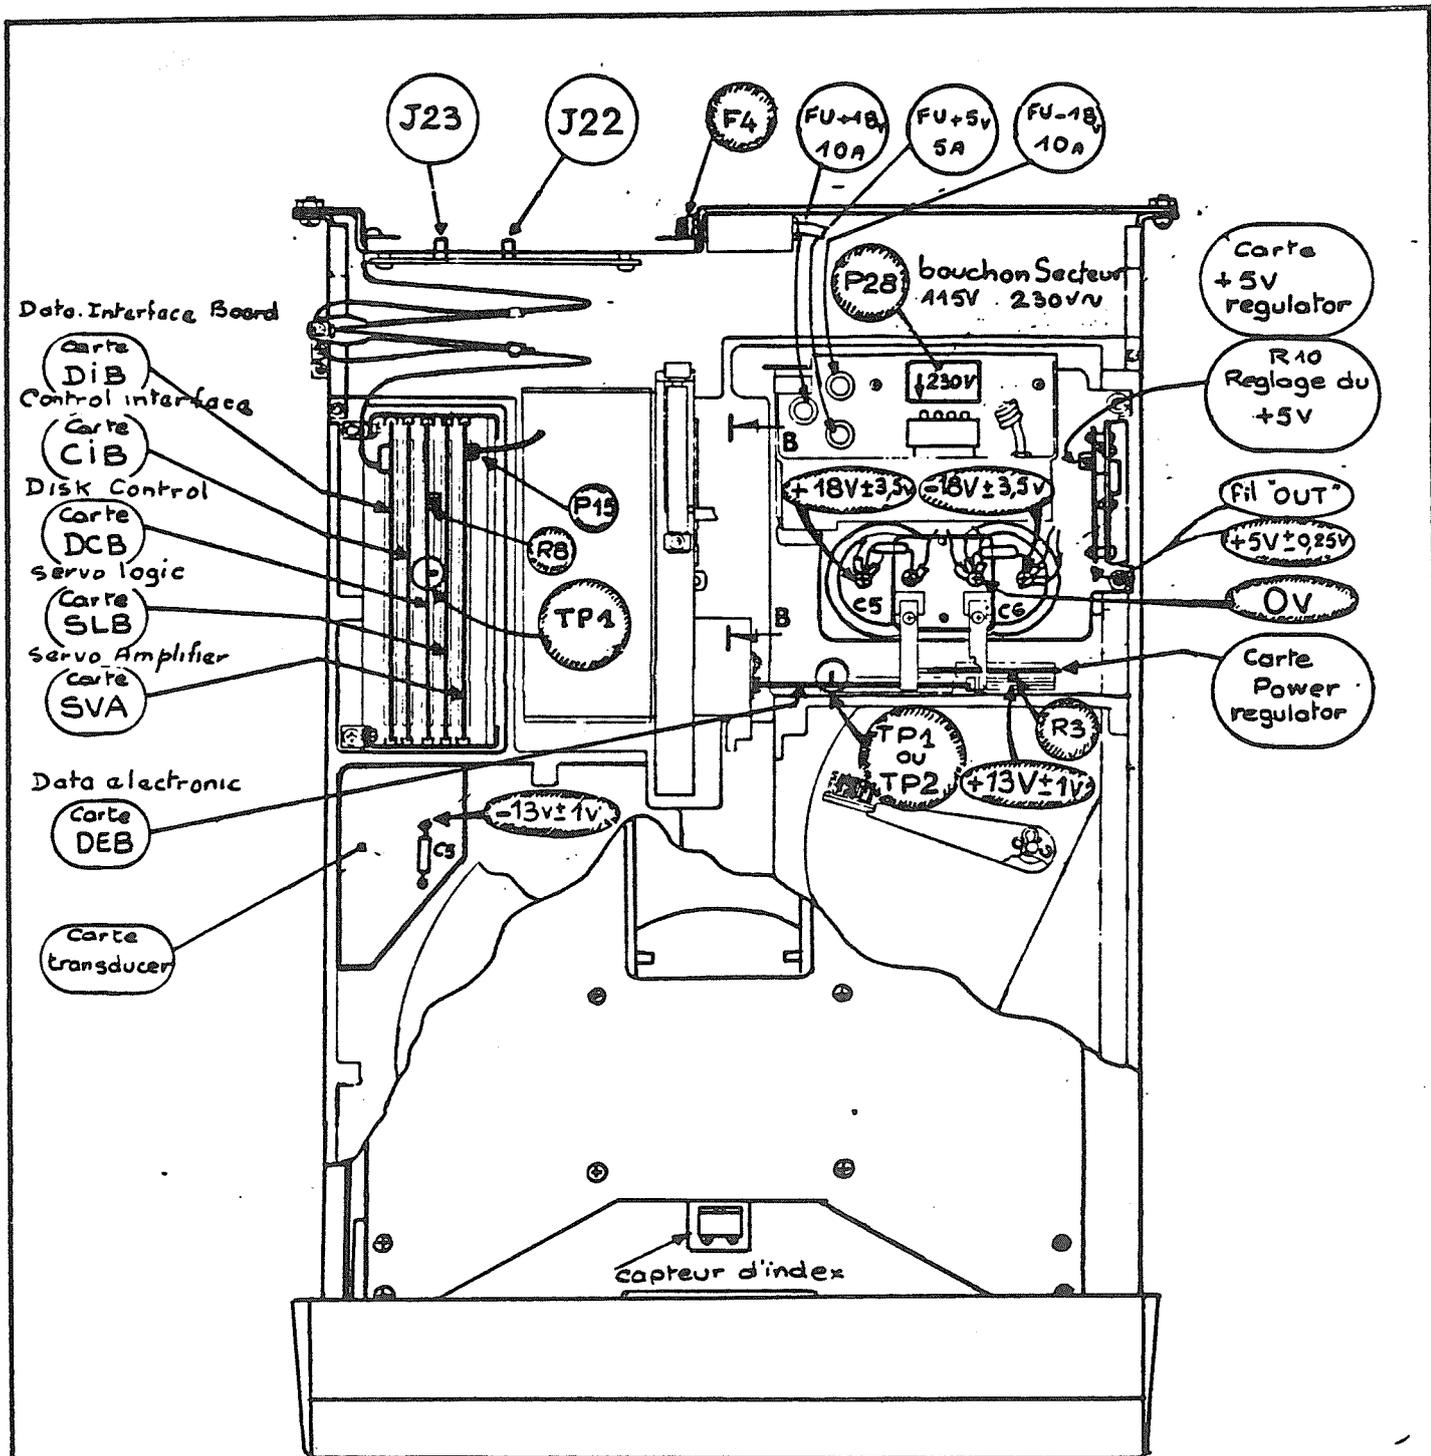

Fig 8
- S'assurer que le bouchon secteur P2B (fig 8) correspond à la tension utilisée (étiquette 230V ou 120V sur le bouchon VOIR tableau au chapitre V)
- ne pas brancher ou débrancher le câble coupleur (ou de chaînage) (J22 circuit imprimé du Bandeau AR fig 8)
- Vérifier que la carte "Terminator" est bien en fichée en J23 (Circuit imprimé bandeau AR fig 8)
⊕ sur unités n° < 2800 et dont la carte DCB (Fig 8) est une "Assy" 304 018, "LOAD" s'allume instantanément
- mesurer $+18$ et $-18V (\pm 3,5v)$ non régulés (Voir Fig 8)
- mesurer $+13V \pm 1v$ sur la patte supérieure de R3 carte "Power Regulator" (Fig 8)
- mesurer $-13V \pm 1v$ sur patte C5 carte "Transducer" (Fig 8)
- mesurer $+5V \pm 0,25v$ sur fil sortie "OUT" et réglage par potentiomètre R10 (Carte +5V regulator) Fig 8
- sortir les cartes DiB, CiB, DCB, SLB, et SVA (fig 8) et les réenficher (affranchissement de faux contacts suite à Transport)
- enlever la prise Mollex P15 de la carte SVA (fig 8)
ATTENTION : dans ce cas précis, P15 de la SVA, étant enlevée, "READY" (fig7) ne s'allumera pas ; attendre la fin de cycle de balayage (balais (fig 8) très visibles) avant de faire l'opération suivante.
- Réenficher P15 de la Carte SVA (fig8) et vérifier les contacts de cette prise.
- Connecter J22 (fig 8) avec le câble coupleur (si extension, déconnecter l'unité de base et connecter l'unité extension). Vérifier J23 "Terminator" présent.
CANAL A { Sonde sur TP1 au milieu et en haut carte DCB (fig 8)
Sonde sur TP Carte DEB (fig 8)